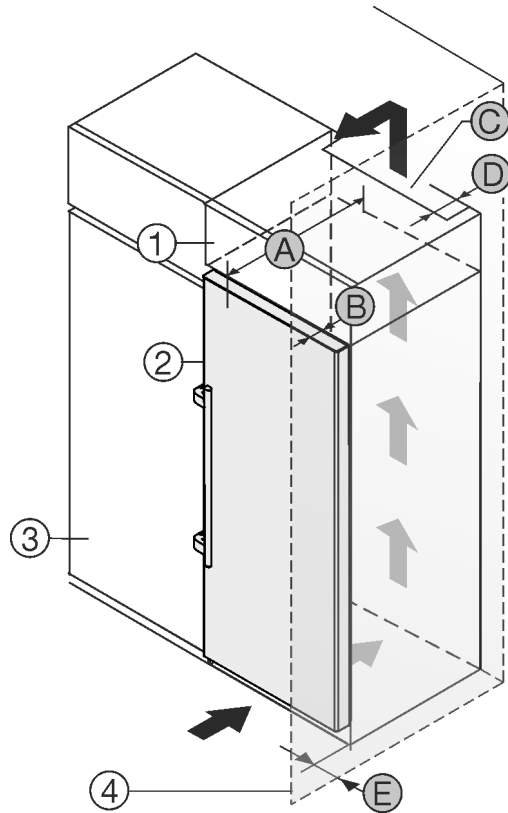

Fig. 2
Μπορείτε να τοποθετήσετε τη συσκευή ακριβώς δίπλα από το ντουλάπι κουζίνας Fig. 2 (3)*
Στην πίσω πλευρά του επικαθήμενου ντουλαπιού πρέπει να υπάρχει ένα κενό εξαγωγής αέρα με βάθος Fig. 2 (D) σε όλο το πλάτος του επικαθήμενου ντουλαπιού.*
Κάτω από την οροφή του δωματίου πρέπει να τηρείται η διατομή εξαερισμού Fig. 2 (C)*
Εάν τοποθετήσετε τη συσκευή με τους μεντεσεδες δίπλα σε κάποιον τοίχο Fig. 2 (4), τότε πρέπει η απόσταση ανάμεσα στη συσκευή και στον τοίχο να ανέρχεται σε τουλάχιστον 57 mm. Αντιστοιχεί στην προεξοχή της χειρολαβής όταν η πόρτα είναι ανοιχτή.*
Για να μπορείτε να ανοίγετε τελείως την πόρτα, πρέπει η συσκευή να προεξέχει κατά το βάθος της πόρτας Fig. 2 (B) από την πρόσοψη του ντουλαπιού κουζίνας. Η συσκευή μπορεί να προεξέχει περισσότερο, ανάλογα με το βάθος των ντουλαπιών κουζίνας Fig. 2 (3) και την χρήση αποστατών τοίχου.*